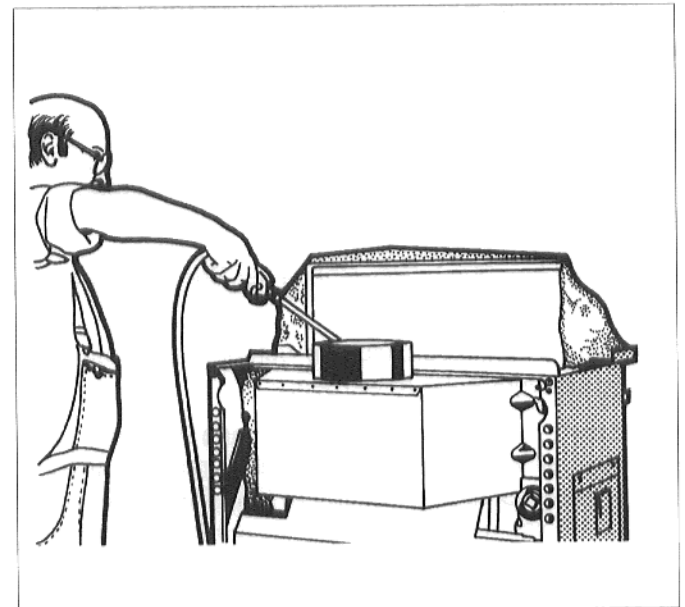

Abb. 22: Sprühreinigung
- Heizgaszüge von oben gleichmäßig mit dem Reinigungsmittel einsprühen (Abb. 22).